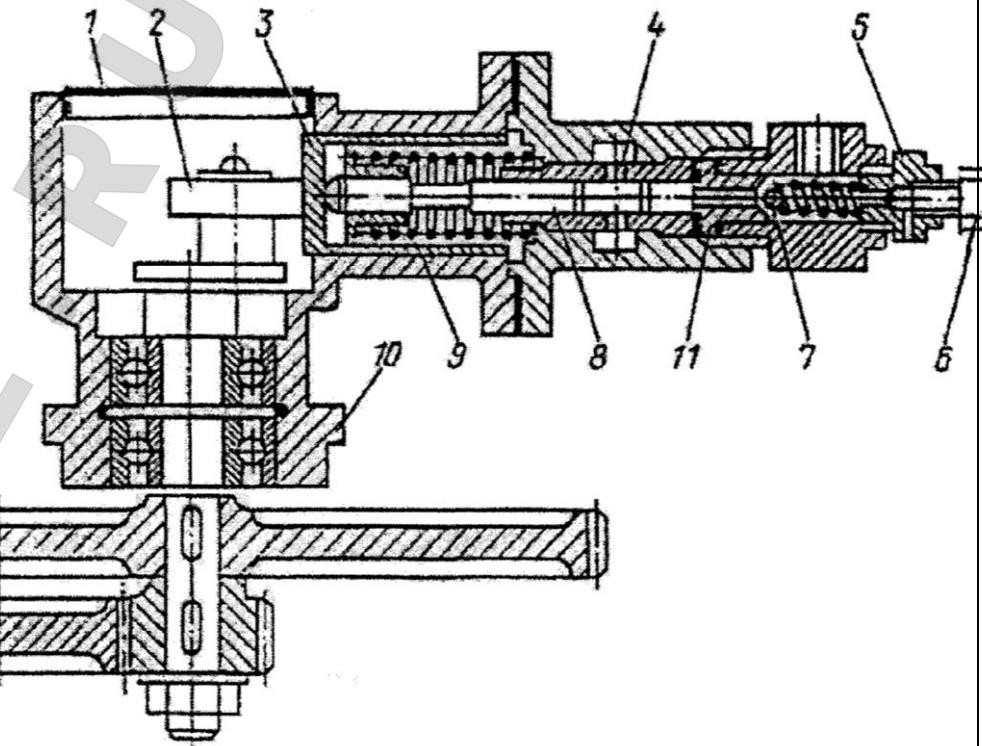

Рис. 2
7.3. Снимите крышку 1 (рис.2) насоса высокого давления и проверьте наличие смазки на подшипнике эксцентрика. При необходимости смажьте его смазкой солидол ГОСТ 4366-76. Присоедините пистолет раздаточный с рукавом высокого давления к штуцеру раздатчика.
Если смазка поступать не будет, необходимо прокачать нагнетатель (возможно в систему попал воздух), используя запорную иглу 6 (рис.2).